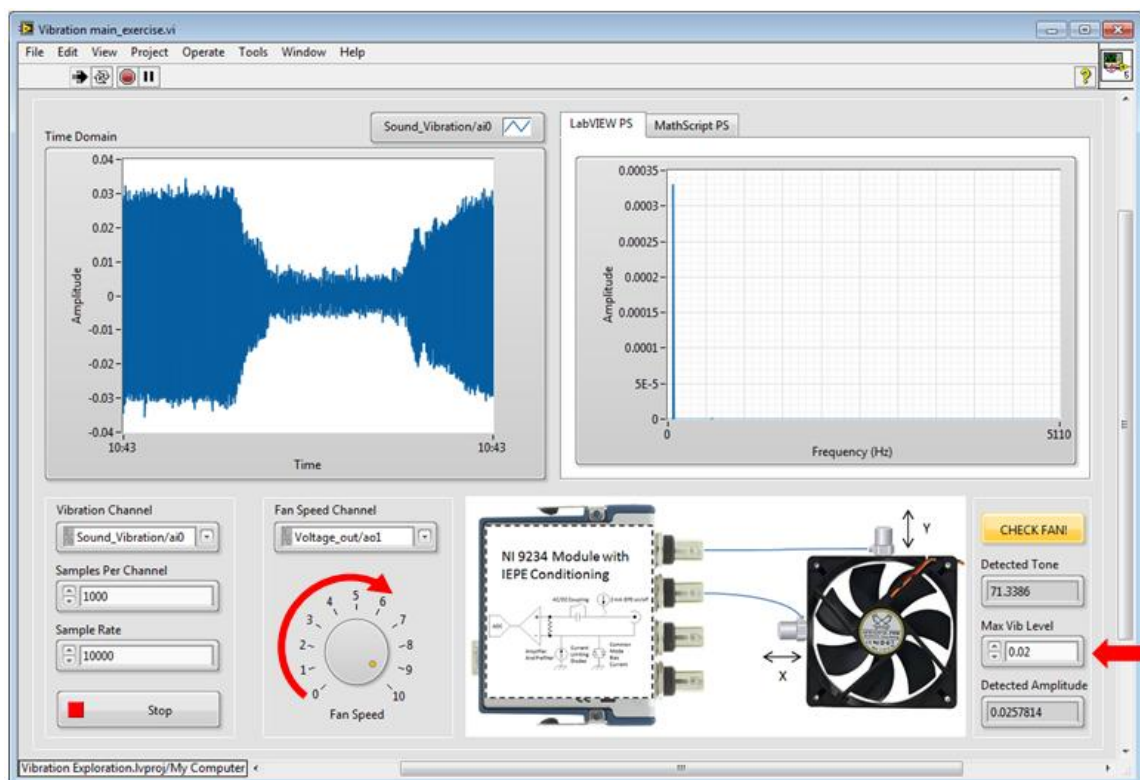

Figura 52. Esse VI deve se comportar como o 'Solution' que você abriu no início deste exercício.
11. Se você não conseguir acender o alarme da ventoinha, tente reduzir a entrada Max Vib Level (figura 52).